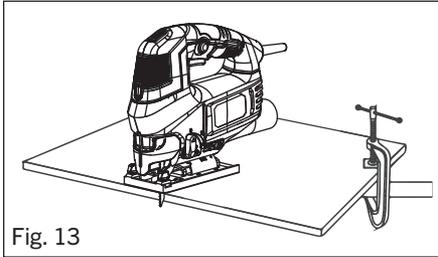

Fig. 13
3. Posez l'avant de la base de la scie sauteuse sur la pièce de fabrication et alignez le tranchant de la lame avec la ligne de coupe de votre pièce (Fig. 13). Assurez-vous que le cordon d'alimentation est écarté et n'est pas sur le trajet que suivra la lame.